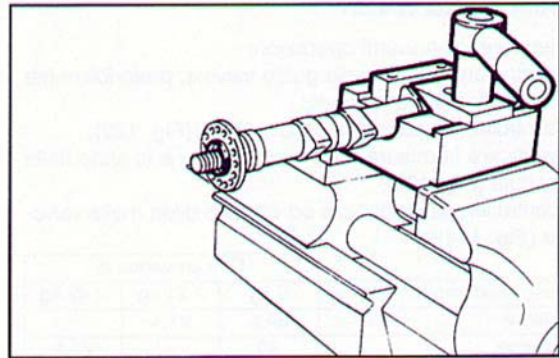

Fig. 188 ▲
- posizionare l'albero di distribuzione lato scarico su un supporto idoneo (**Fig. 188**) e bloccarlo;
- set the exhaust side camshaft on a suitable support (**Fig. 188**) and clamp it there;